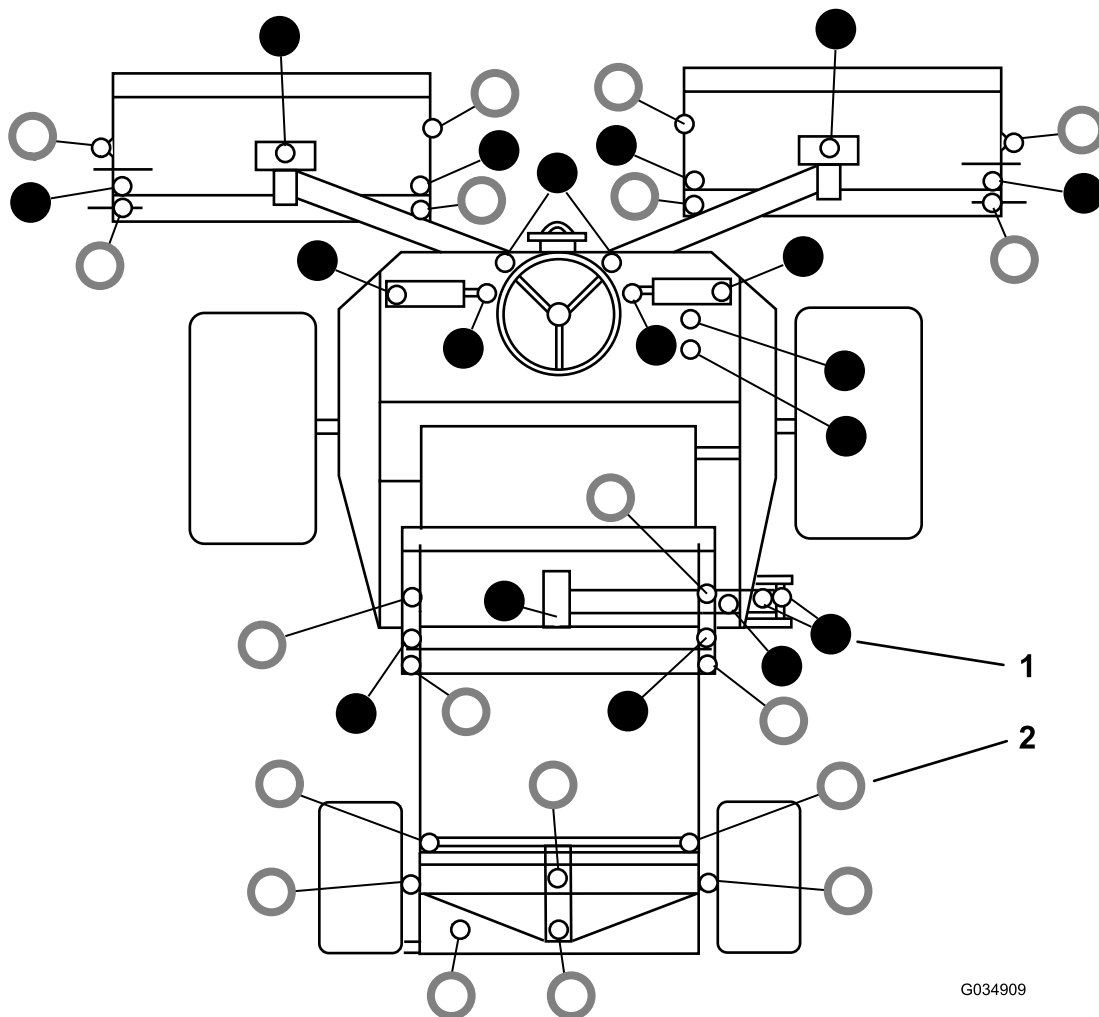

Figura 51
- Consulte en la Figura 51 la ubicación de los engrasadores.